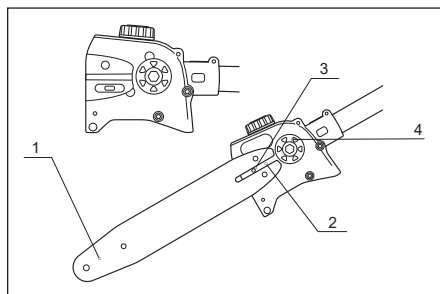

Рис. 18
2. Установите шину 1 (рис. 18) таким образом, чтобы прорезь шины 2 (рис. 18) совпала с болтом 3 (рис. 18).
4. Заведите цепь за ведущее цепное колесо 4 (рис. 18). Проверьте, хорошо ли поставлены звенья цепи между зубьями цепного колеса. Вставьте звенья в паз шины по периферии шины.